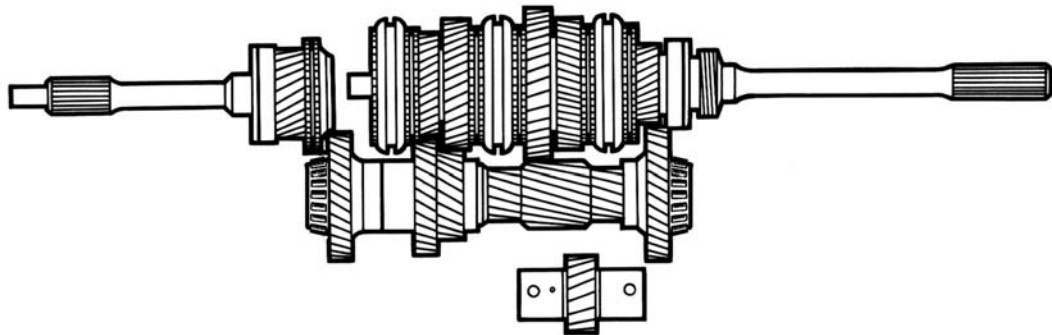

Рис. 4.20. Валы и шестерни коробки передач после их сборки
– приложить к венцам шестерен, соединенных первичного и вторичного валов, подсобранные промежуточный вал и ось промежуточной шестерни заднего хода с шестерней, образовав комплект для сборки (рис. 4.20). Ось промежуточной шестерни должна быть обращена лыской внутрь комплекта.